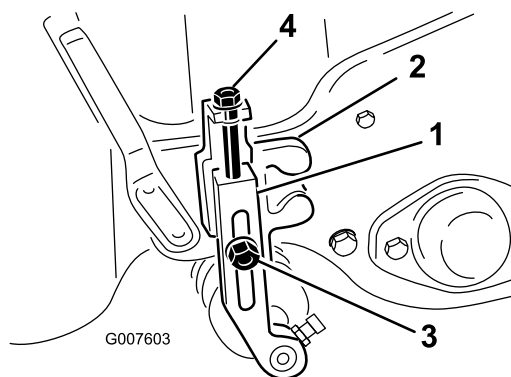

Figura 48
2. Allentate i dadi di bloccaggio che fissano i bracci dell'altezza di taglio alle relative staffe (Figura 48).